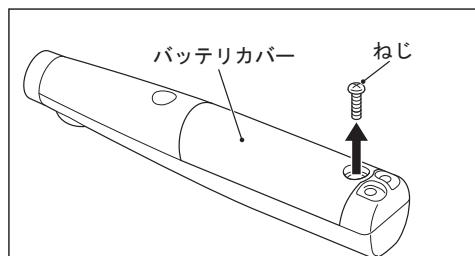

図 10
3)バッテリカバーを留めているねじをプラスドライバで取り外します。(図 10)